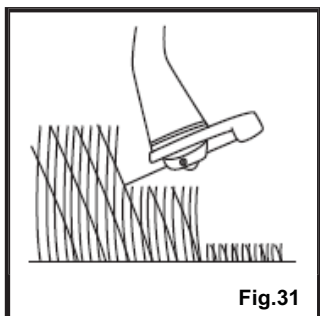

Fig.31
- Vaya cortando repetidamente desde arriba a abajo en capas cuando el césped sea muy alto (fig. 31, 32).